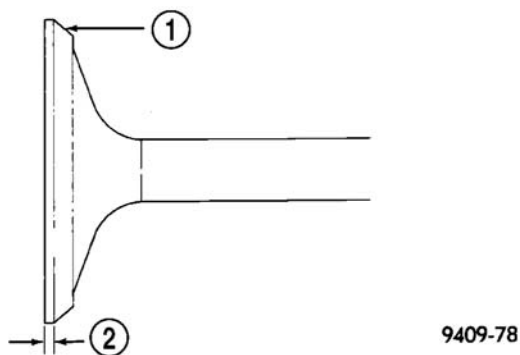

图 29 气门边缘
(1) 在气门重新研磨后检查其余量（图 29）。（参见 9-发动机-规格）